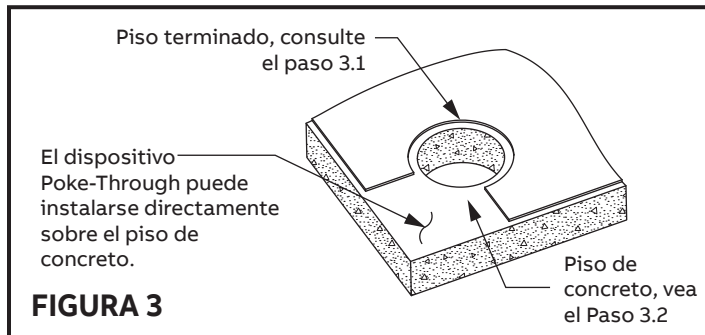

FIGURA 3
3.2 Taladre con sacabocados un orificio de 6" (152.4 mm) de diámetro. El tamaño real del orificio puede ser de 6-1/8" (155.57 mm) de diámetro debido a la tolerancia de construcción de la broca y al lugar de trabajo (Vea la Figura 3).